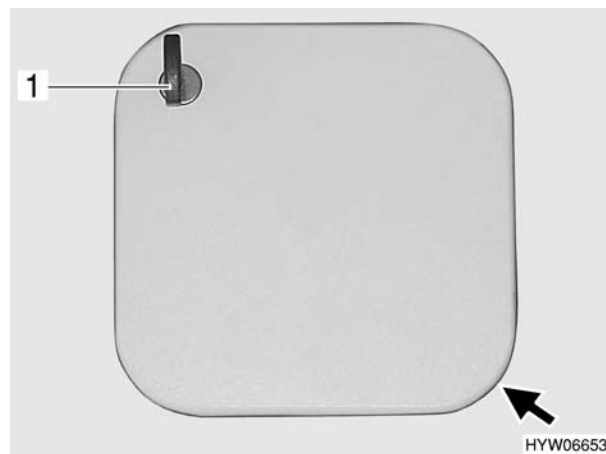

Fig. 36 Serratura dello sportello (variante 4)
- Inserire la chiave nel cilindro della serratura (Fig. 36,1).